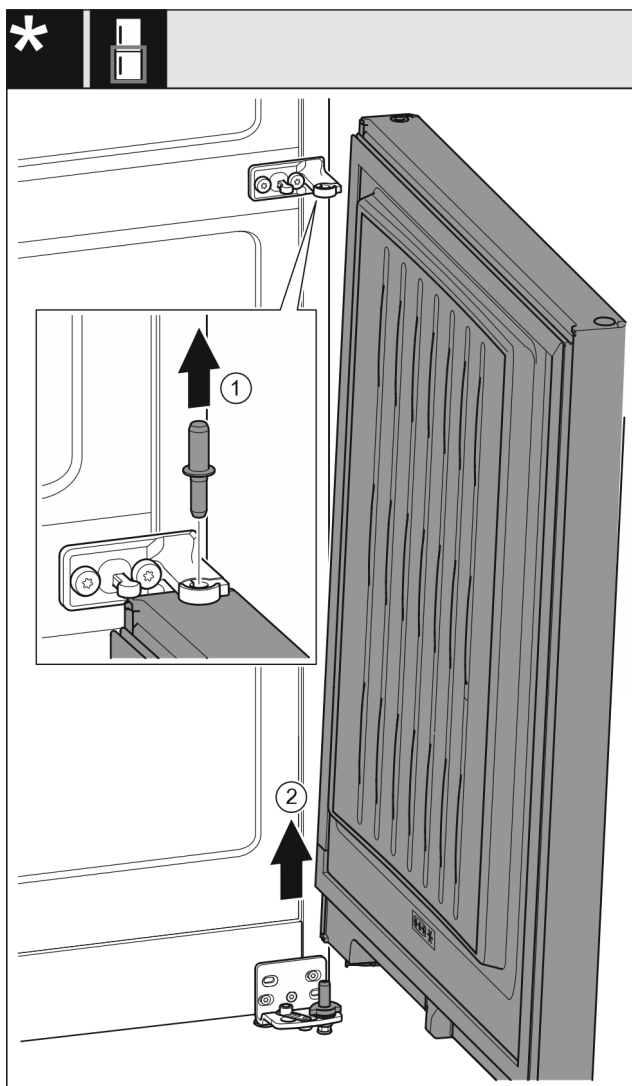

Fig. 26 Bez tlumiče zavírání*
- Čep Fig. 26 (1) vytáhněte nahoru.*
- Dveře Fig. 26 (2) kýváním vysadíte a odložíte stranou.*